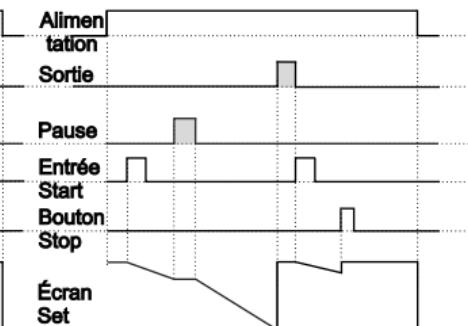

Figure 4.2
4.1.2 Si le décomptage est **dEct** = 1 et que **outF** est **oFF**, le schéma de commande sera celui illustré à la figure 4.2